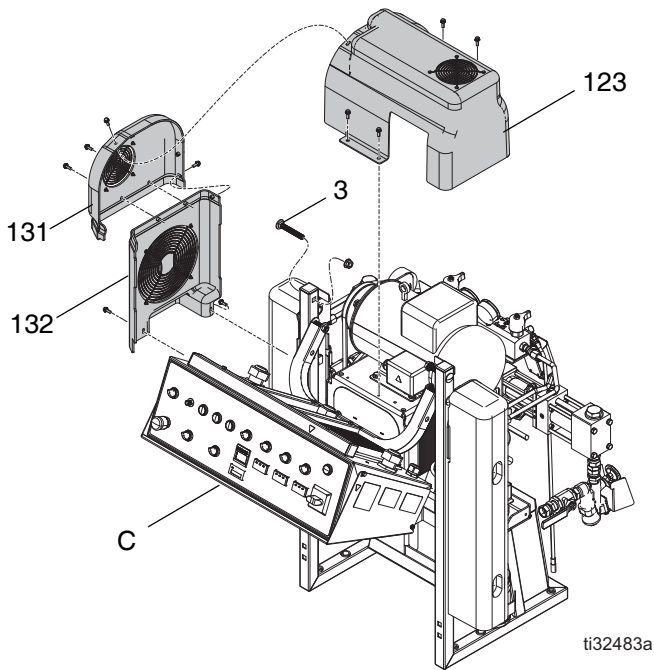
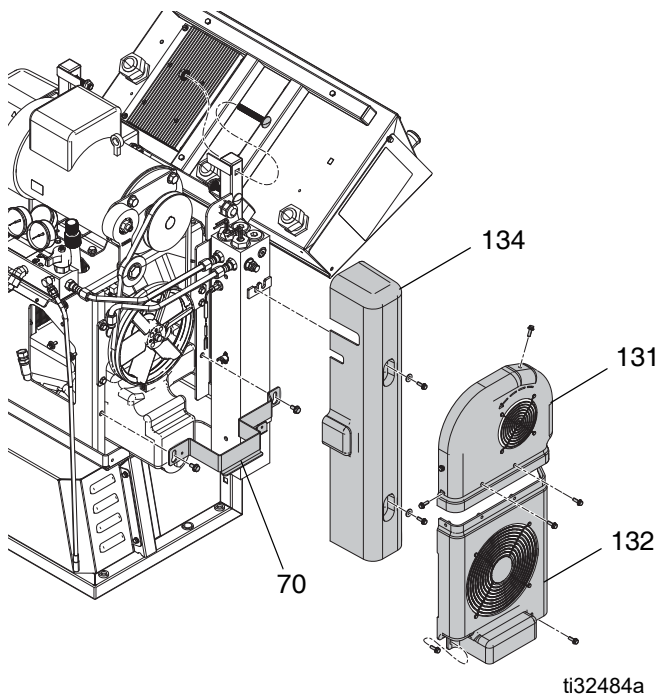

图 63
图 64
6. 拆下电机和皮带盖（123、131）。升高盖子（123），松开银色支架（70）扣件。将银色支架（70）抬离扣件，放在边上。拆下皮带盖（131，132）。卸下加热器盖板（123）。见图 63 和图 64。